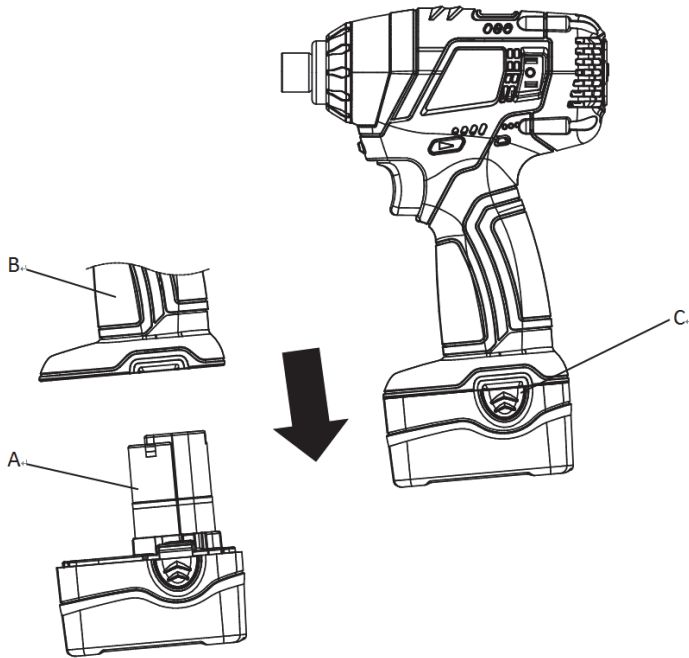

Fig. 2
POUR RETIRER LA BATTERIE : Appuyez sur le bouton de libération de la batterie (C) et sortez la batterie (A) de l'outil (B). (voir Fig. 2)
POUR INSTALLER LA BATTERIE : Poussez la batterie (A) dans l'outil jusqu'à ce qu'elle s'enclenche correctement. (voir Fig. 2)